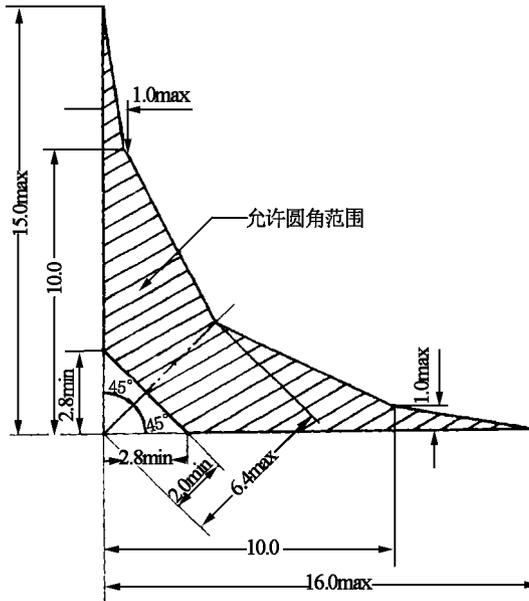

图 1 圆角的界限
3.1.3 胶片的四角应裁切成平滑过渡而无毛刺的圆弧,圆角裁切尺寸见图 1(单位为 mm)。